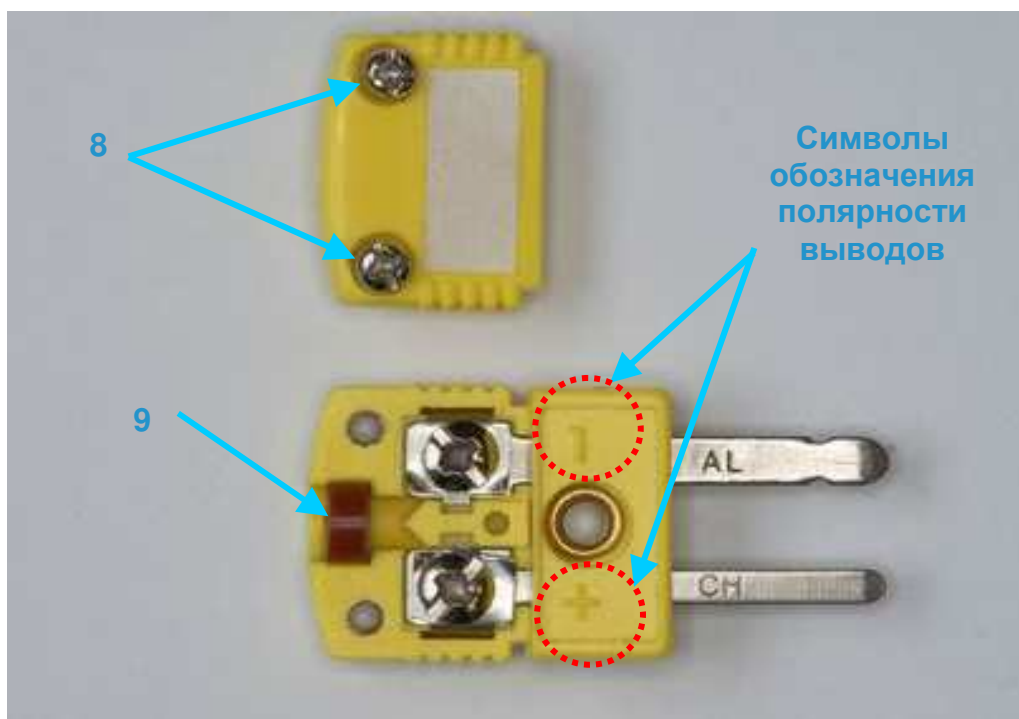
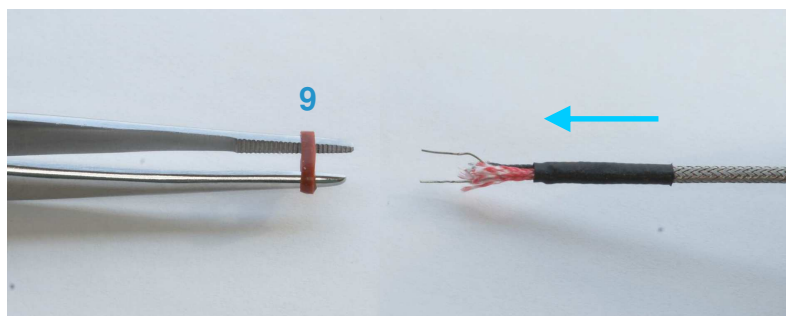

Рис. 5.2 – Вилка «Омега» в разобранном состоянии
Рис. 5.3 – Надевание уплотнительного кольца на кабель зонда
4. Снимите крышку с вилки 6 разъёма типа «Омега», частично выкрутив два винта крышки 8 с помощью отвёртки (см. Рис. 5.2).
5. Выньте из паза вилки «Омега» резиновое уплотнительное кольцо 9 (см. Рис. 5.2) и наденьте его на концы пинцета, растянув, чтобы расширить отверстие кольца, как показано на Рис. 5.3. Проденьте концы проводов зонда в кольцо 9 и затем снимите его с пинцета, так чтобы кольцо оказалось надетым на оба провода.